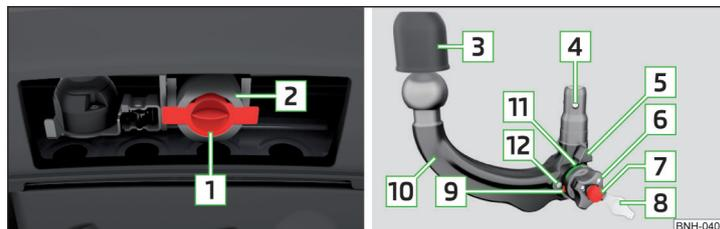

Fig. 135 Soporte del dispositivo de remolque / barra de cabeza esférica
**Soporte del dispositivo de remolque y barra de cabeza esférica » fig. 135**